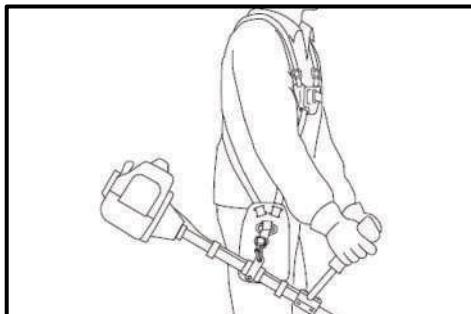
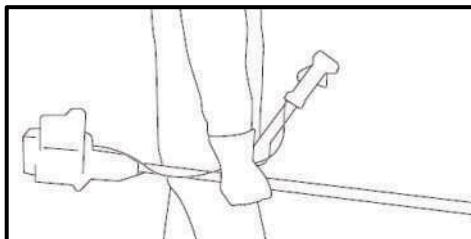

Рис. 4
Рис. 5
- При перенесенні мотокоси на короткі відстані (при переході з одного місця роботи на інше) рекомендується заглушити двигун. Переносять мотокосу, повісивши її на ремінь та тримаючи за рукоятки (Рис. 4) або тримаючи за штангу (Рис. 5).